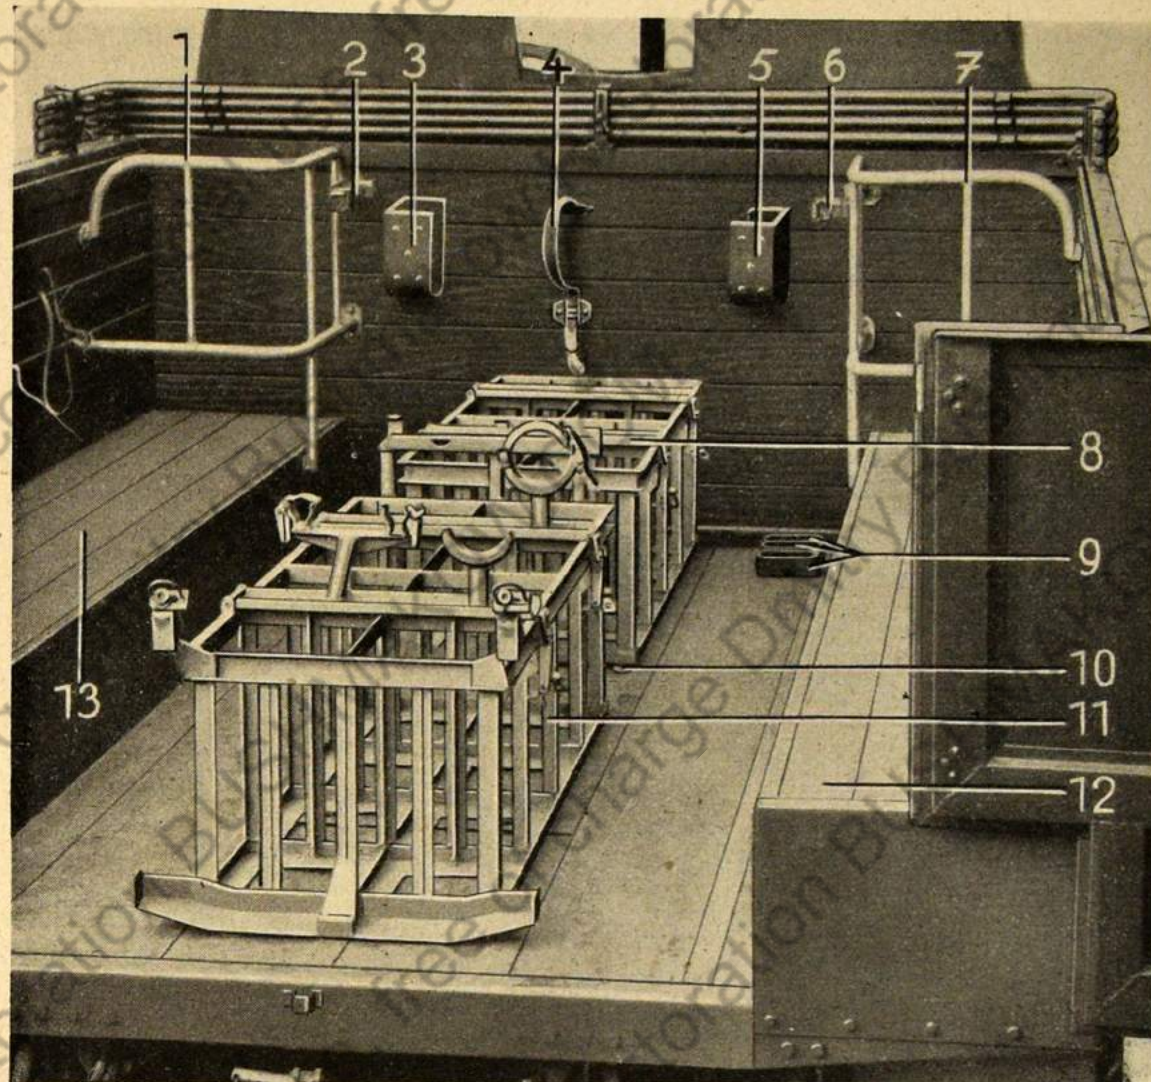

Bild 1 Befestigungsvorrichtungen im Aufbau
1) Im vorderen Teil des Aufbaues (Bild 1 und 2) sind die beiden Gepäckgestelle (1/1 und 7 bzw. 2/1 und 7) angebracht. An denselben sitzen die Lager (1/2 und 6 bzw. 2/2) für die Karabiner.
Tafel I Einzelteile auf dem Boden des Aufbaues (Bild 1)
Tafel I 5. Einzelteile auf dem Boden des Aufbaues (Bild 1)
Tafel II Einzelteile im vorderen Teil des Aufbaues (Bild 1 und 2)
Tafel II 6. Einzelteile im vorderen Teil des Aufbaues (Bild 1 und 2)